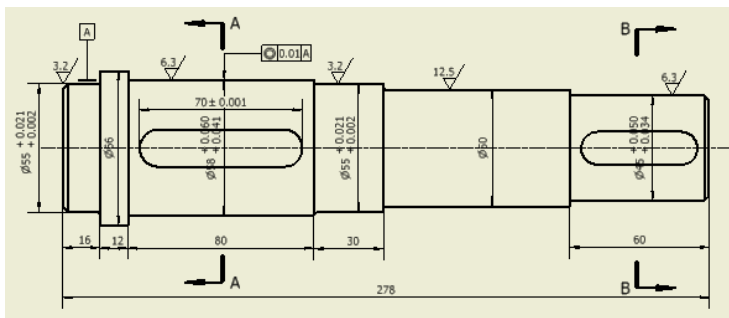

图 12-25 同轴度标注
①单击【标注】标签栏【符号】面板上的【基准标示符号】工具按钮 A ，选择零件上可以作为基准的部分，添加基准符号。
②单击【标注】标签栏【符号】面板上的【几何公差】按钮 G ，对零件图进行几何公差标注。例如在传动轴零件中，以一个轴承安装端的圆柱面作为一个工艺基准，另外一个轴承安装部位则与该基准有同轴度的要求，标注如图 12-25 所示。按照实际生产中的几何公差要求给传动轴零件添加其他的几何公差要求，具体的标注由于已经超出本书范围，所以这里不再具体讲述。